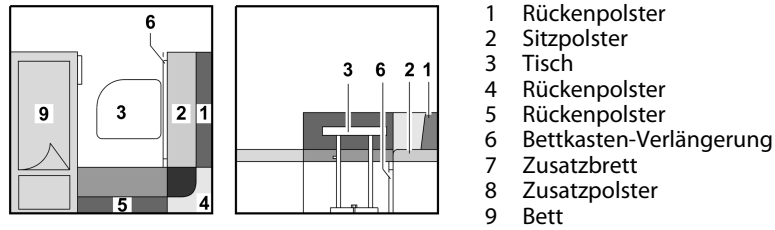

Bild 77 Vor dem Umbau
- Tisch (Bild 77,3) zum Bettunterbau umbauen (siehe Abschnitt 7.7).
- Bettkasten-Verlängerung (Bild 77,6) herausziehen.
- Die Rückenpolster (Bild 77,1 und 4) abnehmen.